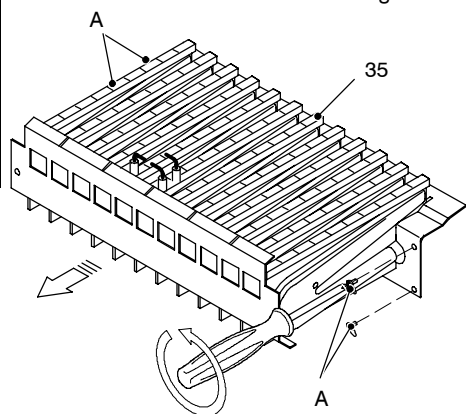

fig. 8.1
- 4 Togliere il pannello anteriore della camera di combustione ed il bruciatore 35 in fig. 8.1